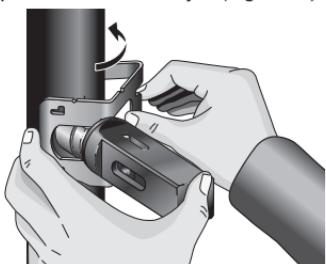

**Figure 10 – Insertion du raccord dans le guide de positionnement**
6. Introduisez le raccord à travers le guide et dans le tuyau. La courbature du raccord devrait s'aligner sur celle du tuyau pour permettre au raccord de s'assoir sur le tuyau sans jours apparents. La tête d'évasement devrait alors se trouver perpendiculaire au tuyau (*Figure 10*).